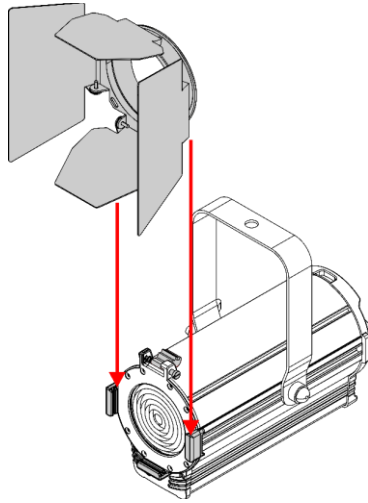

Fig. 11
- 02) Inserire le aletta frangiluce nei **supporti del portagelatina (04)** (vedere Fig. 11).